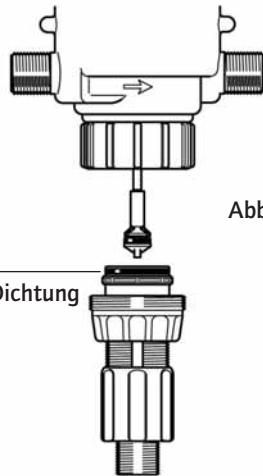

Abb. 7
- 1 - Wenn Sie lösliche Mittel zur Herstellung Ihrer Lösung verwenden, so wird empfohlen, das ganze Dosierteil regelmäßig abzubauen (siehe § REINIGUNG DES ANSAUGVENTILS, § AUSWECHSELN DICHTUNGEN DES DOSIERTEILS), die Elemente mit reichlich klarem Wasser zu spülen und nach vorherigem Einfetten der Dichtung wieder zusammenzumontieren (**Abb. 7**).